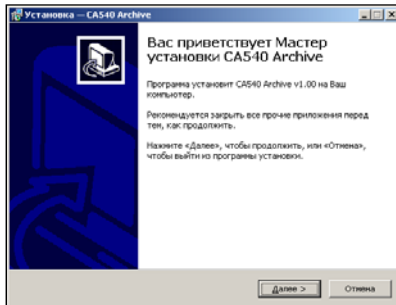

Рисунок 8.12
1) Включити ПК і почати встановлення програми "CA540 Archive", для чого з папки "CA540\_PC", яка розташована на інсталяційному диску, що входить до комплекту поставки, запустити виконуваний файл setup\_CA540\_ARCH\_xxx.exe (xxx – версія програми). На екрані з'явиться вікно майстра встановлення CA540 PC (рисунок 8.12).